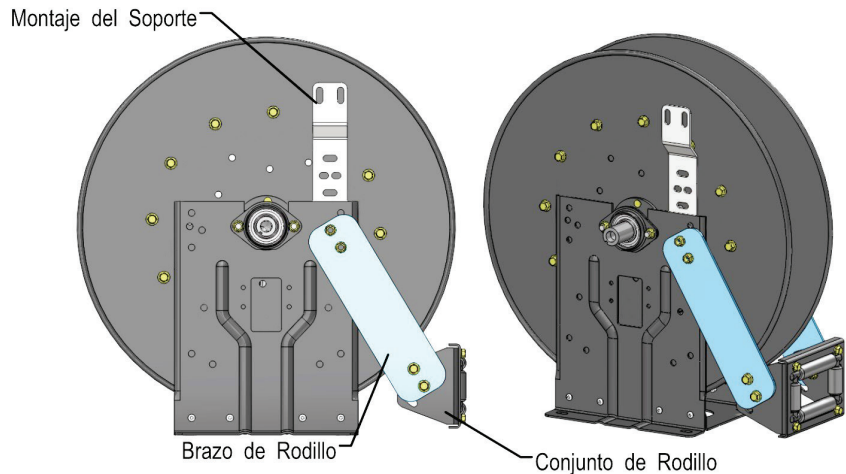

Figura 7 – Carrete con rodillos en la posición “SR”
1. Quite el resorte según Hannay TSB 2013.06.003 Cambiar un motor con resorte de Hannay, esto se puede encontrar en www.hannay.com. El carrete debe verse como la Figura 7.